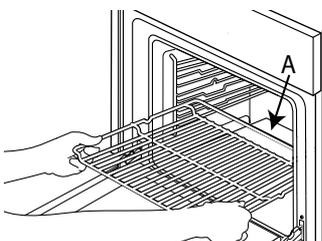

Abb. 1
1. Den Rost mit dem erhöhten Teil „A“ nach oben zeigend waagrecht einschieben (Abb. 1).